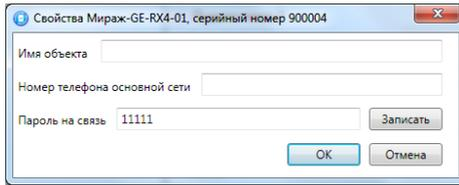

Рис.29. Задание параметров
- ✓ в открывшемся окне укажите имя объекта, номер телефона основной сети *контроллера*, задайте пароль на связь (по умолчанию установлен пароль 11111) и нажмите кнопку *OK* (рис. 29);